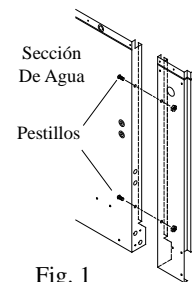

Fig. 1
**NOTA:** Para separar la sección de agua de la sección de la rueda, remueve los cuatro pestillos del lado de la sección de agua (fig. 1). En algunos modelos, también necesita quitar 2 tornillos que sujetan las bandejas inferiores de cada sección juntos.